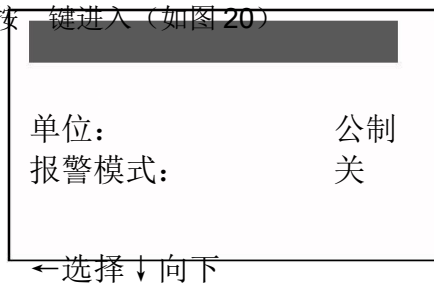

图 19
- b. 按  键进入主菜单，如下（如图 19），
b. 按 键进入主菜单，如图 19。
- 按 \leftarrow 键进入主菜单，如图 19。
- b. 按←键进入主菜单，如图 19。